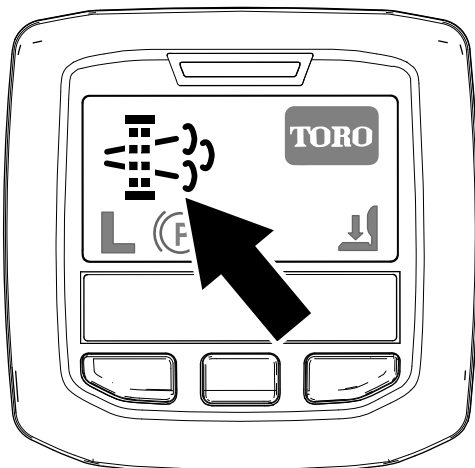

Рисунок 40
- Значок запроса регенерации с парковкой отображается на дисплее инфо-центра (Рисунок 40).